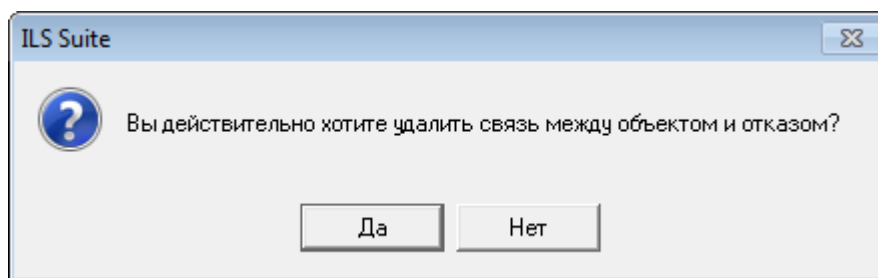

Рис. 27-27 – Диалоговое окно
- 5) В открывшемся диалоговом окне нажать «Да» для подтверждения действия (рис. 27-27).